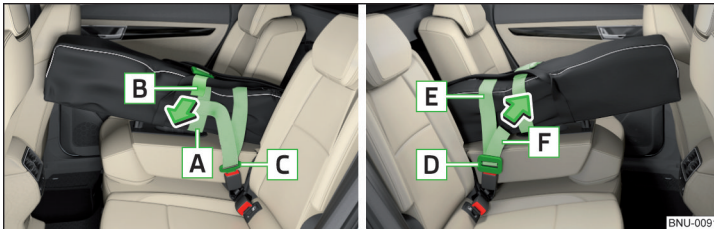

Abb. 124 Band anziehen / Sack sichern - VarioFlex
- Das Zugband **A** » Abb. 124 um die Skier **am Fuß** der Bindung positionieren und am freien Ende **B** in Pfeilrichtung festziehen.